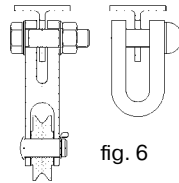

fig. 6
- Con lo sbraccio desiderato, fissare la puleggia / il maniglione secondo la fig. 6.